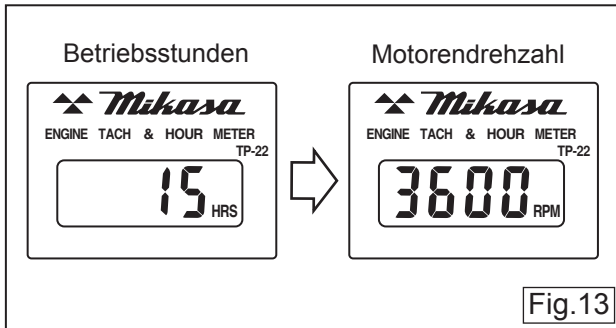

Fig.13
- 9 Nach erfolgtem Start springt die Anzeige von den Betriebsstunden auf die "aktuelle Motorendrehzahl" (Fig.13)